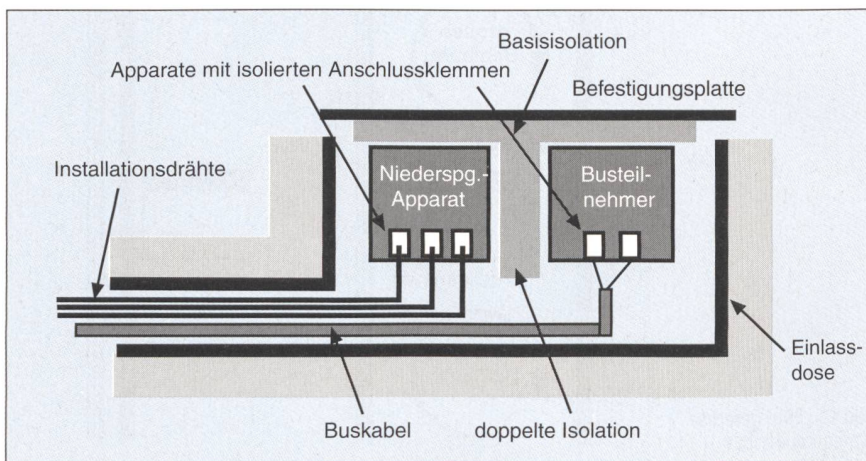

Bild 12 Normgerechte Montage von Niederspannungsapparaten
2. **Installation von Niederspannungs- und Kleinspannungsapparaten:** Niederspannungs- und Kleinspannungsapparate müssen für sich voll isoliert sein (2000 V, 50 Hz, 1 min). So darf beispielsweise ein loser «abgesprungener» Anschlussdraht kein stromführendes Teil des anderen Stromkreises berühren. Ein Beispiel für normgerechte Montage von Klein- und Niederspannungsapparaten zeigt Bild 12.